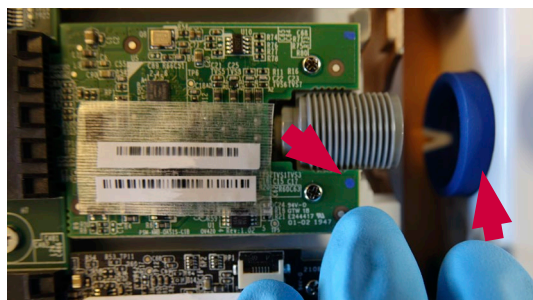

Figure 24 - Les indications de couleur de la carte VDI doivent correspondre aux anneaux de couleur
- f) S'assurer que l'anneau de couleur sur le boîtier arrière est de la même couleur que l'indication sur la carte VDI (Figure 24)
Lors du remontage du boîtier arrière, faire bien attention à ce que les points de couleur de la carte VDI (Figure 24) soient de la même couleur que les anneaux de couleur auxquels ils font face.